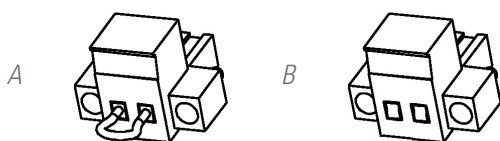

Abb. 10. Stecker für den externen Not-Aus-Schalter.
- ☐ Sobald der Anschlussstecker aus der Steckdose, in der er eingesteckt ist, herausgezogen wird. Dieser Stecker ist an einem Kabel als eine Art Brücke, die den Stromkreis schließt, angeschlossen (siehe Abb. 10-A).
- ☐ Oder, wenn der externe Schalter des Geräts und des Benutzers, der zwischen den Anschlüssen des Steckers installiert ist, betätigt wird (siehe Abb. 10-B). Der Anschluss am Schalter muss mit einem normalerweise geschlossenen Kontakt -NC- ausgestattet sein, der den Stromkreis öffnet, wenn er betätigt wird.